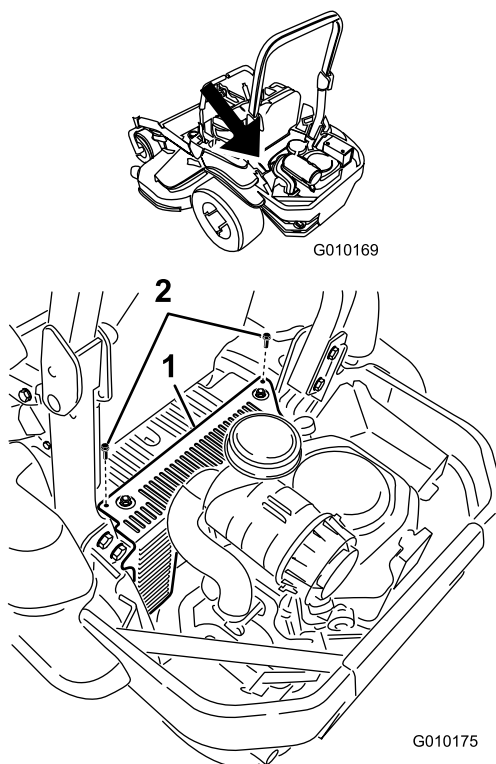

Figura 52
3. Retire los dos pernos que sujetan la cubierta de la unidad hidráulica y retire la cubierta (Figura 52). Así tendrá acceso a la bujía delantera.
5. Instale la cubierta de la unidad hidráulica izquierda (Figura 52).